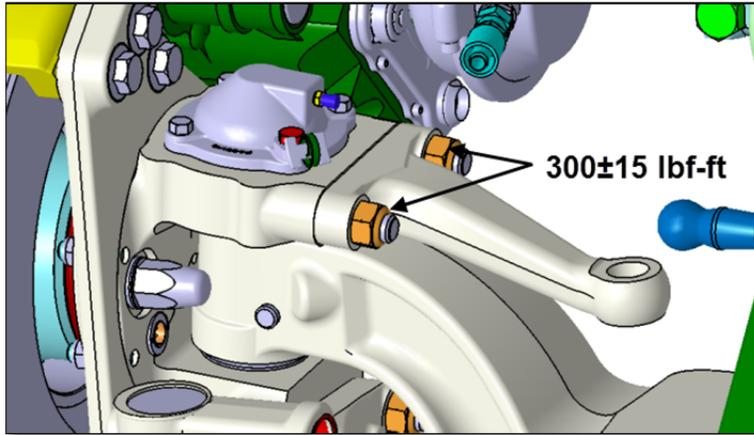

FIGURE 5
2. Fixer le levier de fusée avec deux écrous neufs (p/n 611480) et serrer au couple spécifié: **300±15 lbf-pi (FIGURE 5)**.